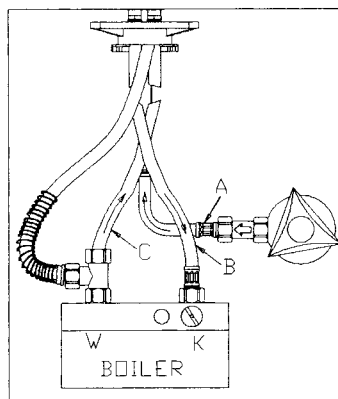

Fig. 1
- ◆ Allentare il dado (19) e sfilare il set di fissaggio (18 a-b)
- ◆ Inserire il supporto (17) (opzionale) la guarnizione sagomata (18-a) e la staffa di fissaggio (18-b) sul tirante filettato
- ◆ Serrare utilizzando il dado (19) (Fig.1)